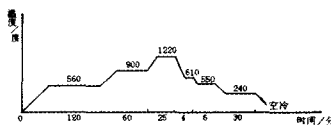
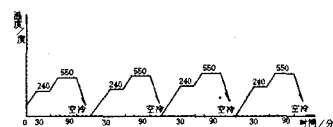

图 1 淬火工艺曲线
图 2 回火工艺曲线
2.2.1 工艺一: 淬火曲线见图 1、回火曲线见图 2
注: a. 加随炉跟踪试样(试样为该拉刀备料时所取同根棒料的截片),以备做金相检验及硬度测试。b. 图 2 中,第一次回火预热开始温度为 30° 以上。c. 图 2 中,回火校直为热焖,即拉刀回火出炉后直接校直,以校正其径跳超差部分(此为杆状产品必要操作)。